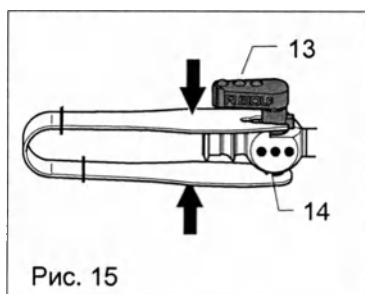

Рис. 15
- ◇ Удалите пробку крана (13) - с помощью вспомогательного инструмента для демонтажа (см. раздел 10).
- ◆ Продвиньте до упора вспомогательный инструмент для демонтажа как показано на рис. 15 и сожмите.
- ◆ Пробка крана (13) расцепляется с корпусом крана (14).
- ◇ Удалите пробку крана (13).